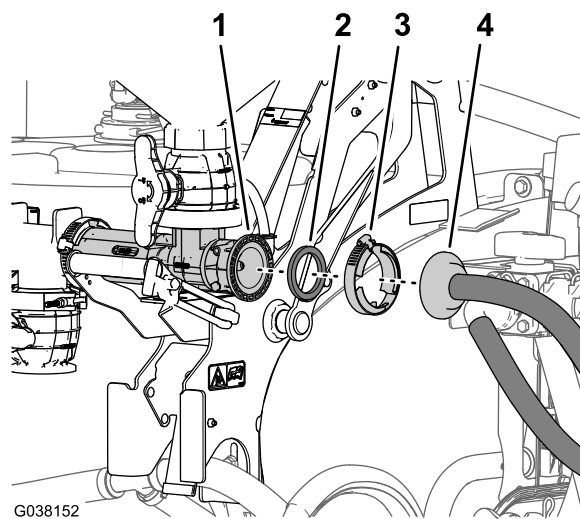

Рисунок 9
2. Снимите фланцевый шланговый штуцер типа «елочка» и прокладку с эдуктора (Рисунок 9).
1. Снимите фланцевый хомут, который крепит фланцевый штуцер типа «елочка» шланга подачи к впускному фланцу эдуктора (Рисунок 9).